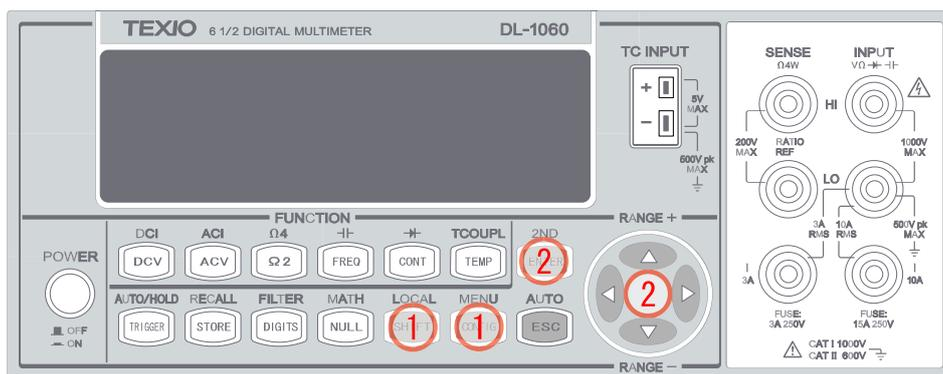

図 3-1
- ① MENU(SHIFT + CONFIG)ボタンを押します。
- ② ◀・▶ボタンで、”SET ADC” ENTER、”AUTO ZERO” ENTER、”ON/OFF” ENTER の順に操作し Auto Zero を設定します。これらの操作は図 3-1 に示します。